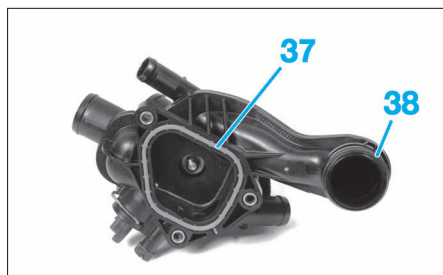

FIG. 59
• Remplacer les joints du boîtier d'eau (37) et (38) (Fig.59).